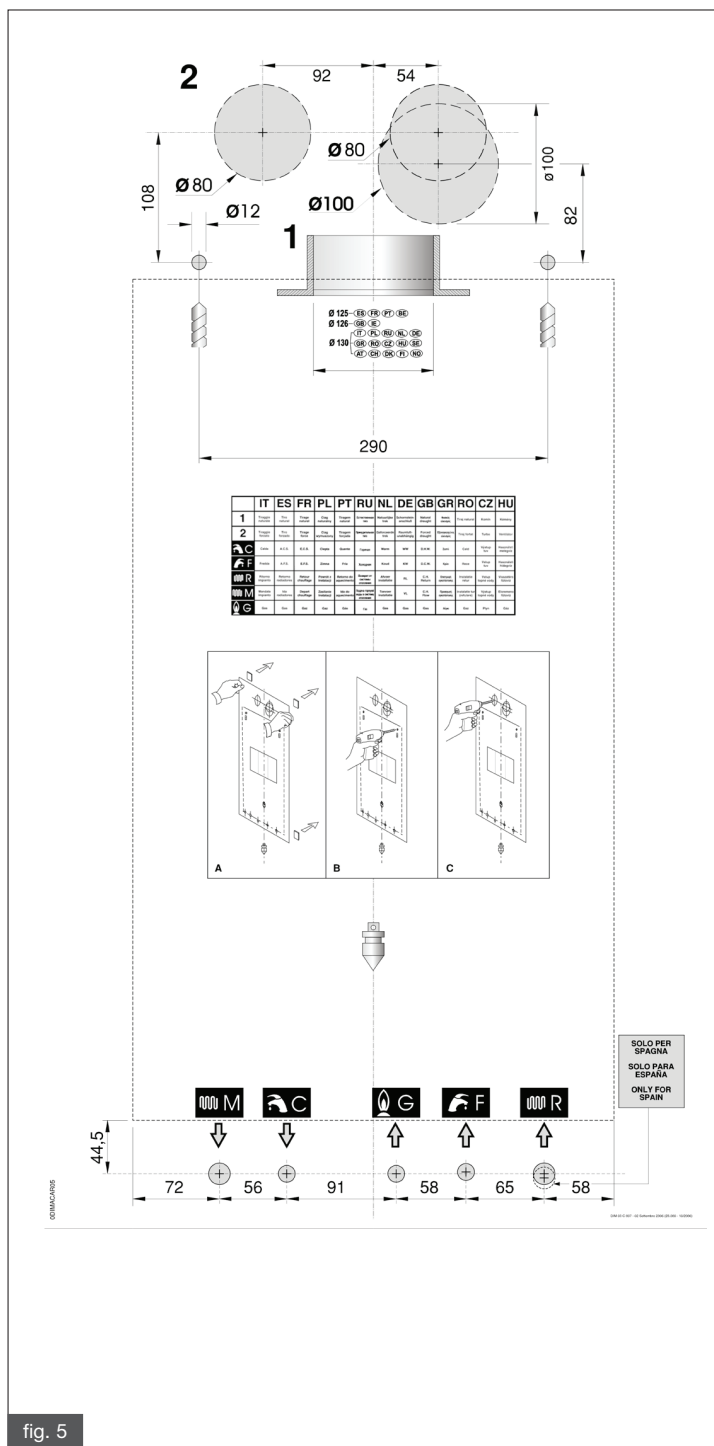

fig. 5
- d) la dima di fissaggio della caldaia al muro (fig. 5);
Ogni apparecchio è corredato di un'apposita dima in carta (fig. 5), contenuta nell'imballo, che consente la predisposizione delle tubazioni di allacciamento all'impianto di riscaldamento, all'acqua sanitaria, alla rete del gas e alle tubazioni di aspirazione aria/scarico fumi al momento della realizzazione dell'impianto idraulico e prima dell'installazione della caldaia.